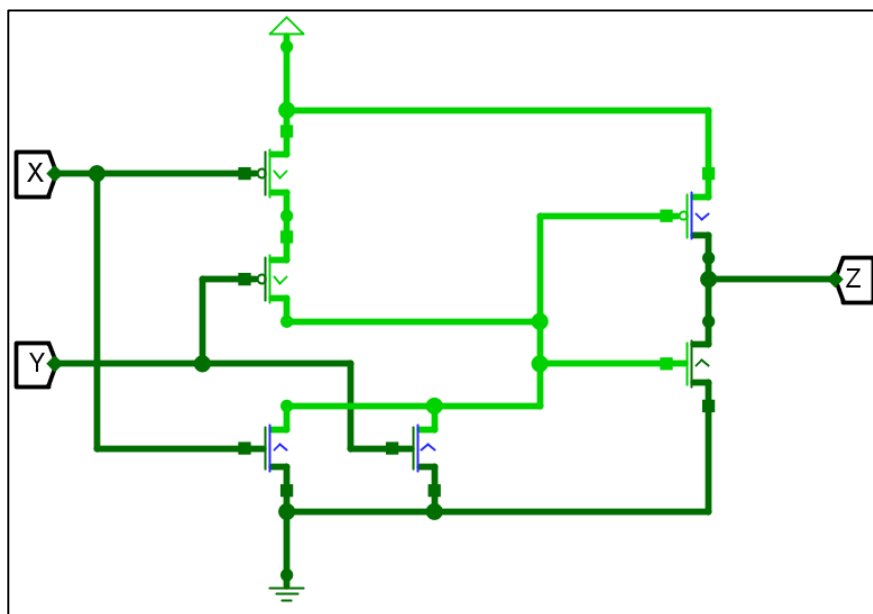

图 1.9 实现或门电路时的连线图
3) 添加连线，PMOS 晶体管的源极接电源，NMOS 的源极接地线，门极和漏极并联。如图 1.9 所示，